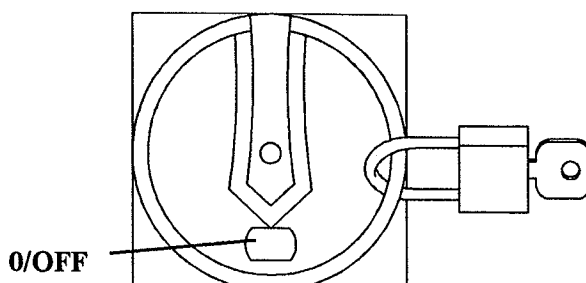

fig. 15
- Mechanically interlock the switch rotation and padlock into off position (*fig. 15*).
- Bloquear mecánicamente el giro del interruptor, mediante un candado o similar, a través del orificio. (*fig. 15*)
- Verrouiller mécaniquement la rotation de l'interrupteur, avec un cadenas ou objet similaire, par l'orifice (*fig. 15*).
- To remove and assemble the terminal box cover, the switch must be in **0/OFF** position (**fig. 15**).
- Para poder desmontar y montar la tapa de la caja de bornes, es necesario que el mando del interruptor esté en posición **0/OFF** (**fig. 15**).
- Pour démonter et monter le couvercle du boîtier de bornes, placer l'Interrupteur en position **0/OFF** (**fig. 15**).